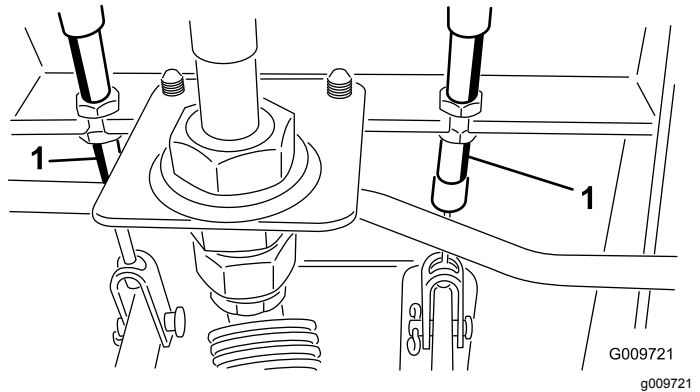

Figure 93
- A. Desserrez l'écrou avant sur l'extrémité fileté du câble de frein (Figure 93).